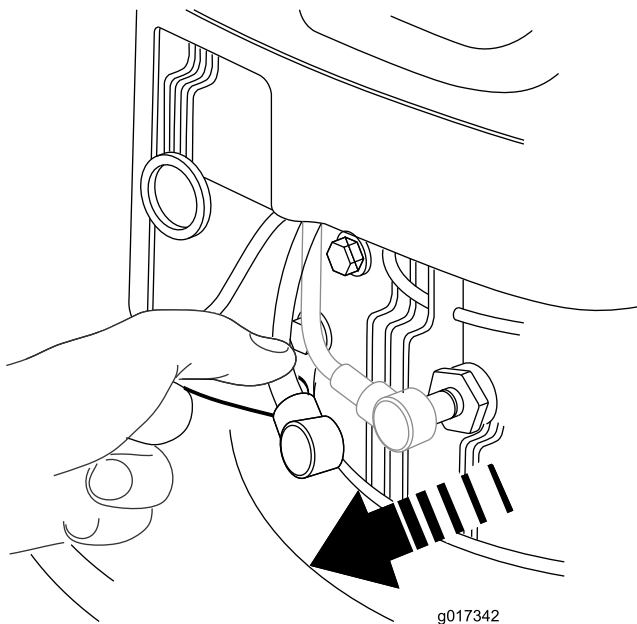

Рисунок 19
2. Отсоедините провод от свечи зажигания (**Рисунок 19**), прежде чем выполнять любые процедуры технического обслуживания.